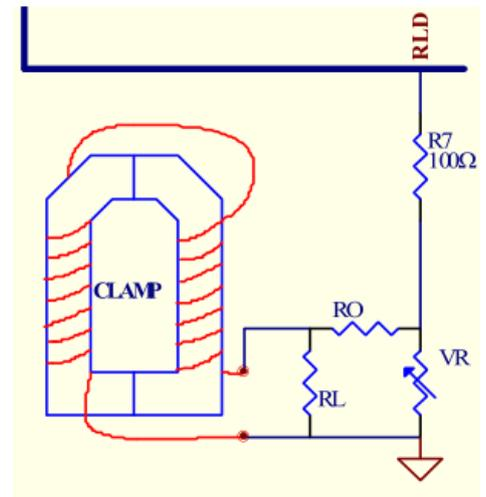

Рисунок 23: Цепь измерения токовых клещей переменного тока (2)
**Описание типа 1:** При вводе сигнала через PB1 (Рис. 23) измерение тока доступно в трех диапазонах, а именно: